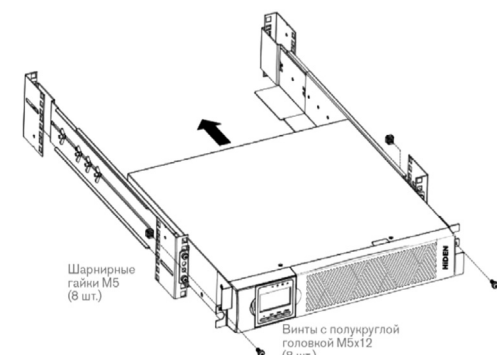

Рис. 4 Крепление передней части шкафа
- л. Закрепите переднюю часть ИБП на стойке с помощью винтов с полукруглой головкой M5x12 и одной закладной гайки M5 с каждой стороны (см. рис.4). Установите нижний винт на каждой стороне через нижнее отверстие кронштейна и нижнее отверстие рельса.